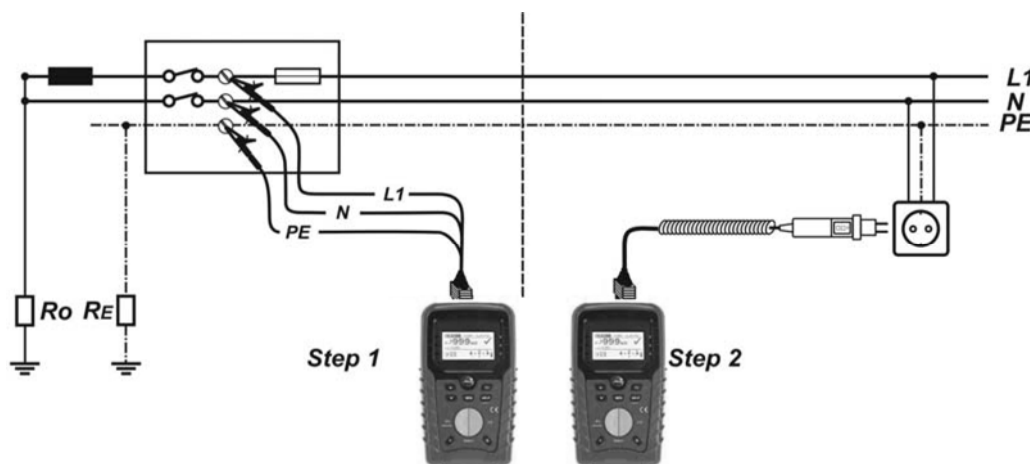

Bild 5.30: Spannungsfallmessung Phase-Nullleiter oder Phase-Phase – Anschluss des Plug Commanders (Netzsteckeradapter) und des Universalprüfkabels
- ☐ **Schließen** Sie die Prüfleitungen an der Referenzstelle **an** (siehe Bild 5.30).
- ☐ **Schließen** Sie die Prüfleitungen am Prüfling **an** (siehe Bild 5.30).